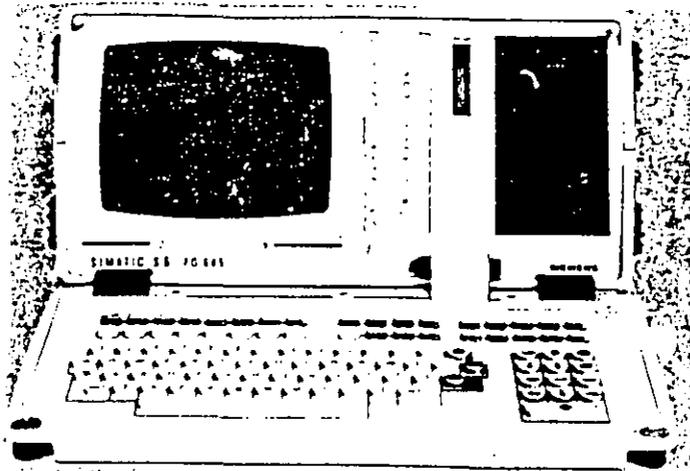

FIG. 53 El Programador PG 685
Como parte de su puesto de trabajo usted cuenta con un aparato de programación PG 685. Ver fig. 53. Se trata de un modelo potente y transportable. Puede utilizarse en el campo junto a la máquina por controlar y también en la oficina como programador de automatización, o como computador personal (PC).